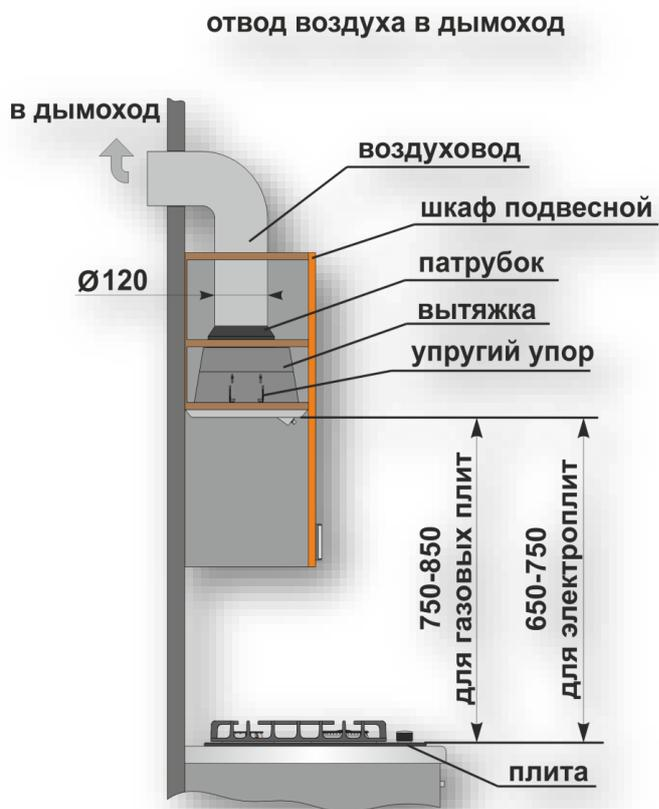
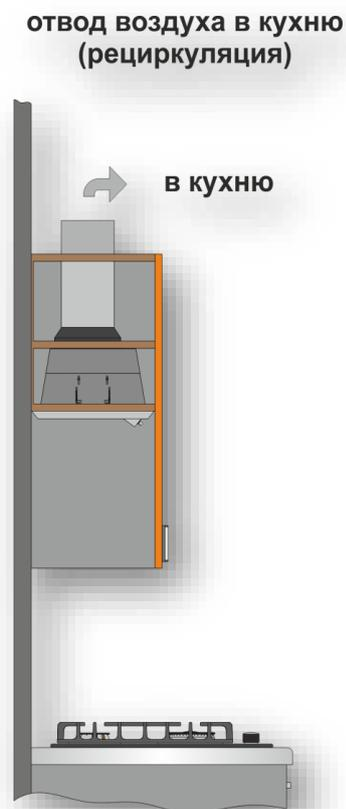

Рис.1
Рис.2
4.5 При монтаже вытяжки на необходимой установочной **высоте Н** над плитой (**рис.1**) для отвода воздуха в дымоход используйте воздуховод **Ø150 - Ø120мм**. Меньший диаметр создаст дополнительное сопротивление воздуху, что приведет к увеличению шума и вибрации, а также к перегреву двигателя.
- в режиме отвода воздуха в дымоход кухни (**рис.1**);
- в режиме рециркуляции (замкнутый кругооборот воздуха в кухне) (**рис.2**).
6.1 Выберите режим работы (рис.1 / рис.2) и место для установки вытяжки.